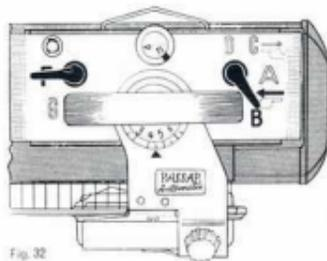

Fig. 32
**Ausgangsstellung (B, F, N, 4½)** Schloss rechts. Fig. 32.